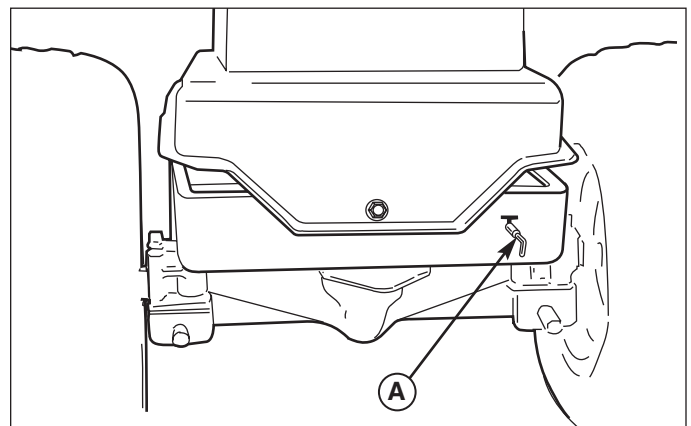

Figure 39. Levier de débrayage de la transmission
4. Tout en maintenant le levier de changement de vitesse en position de marche avant, engager et désengager plusieurs fois le levier de débrayage de la transmission (A, Figure 39).
6. Tout en maintenant le levier de changement de vitesse en position de marche arrière, engager et désengager plusieurs fois le levier de débrayage (A).